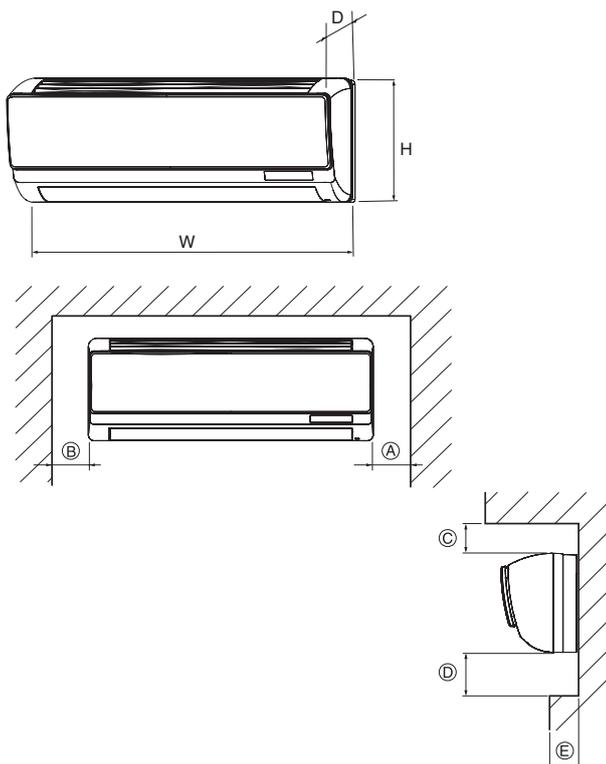

Fig. 2-1
①	Βάση για τη στερέωση σε τοίχο	1	Στερεώνεται στη πίσω πλευρά της μονάδας
②	Διατηρητικές βίδες 4 x 35	8	Είναι τυλιγμένα με
③	Κετσές	1
④	Καλώδιο ελεγκτή εξ αποστάσεως MA	1
⑤	Καλώδιο	1
⑥	Ζώνη	1
⑦	Δέσιμο	1
2.1. Εξωτερικές διαστάσεις (Εσωτερική μονάδα) (Fig. 2-1)